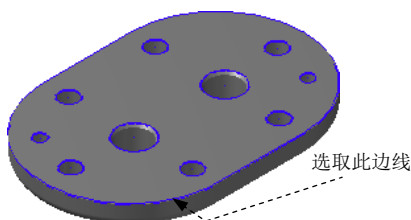

图 16.4 选取切削范围边线
Step3. 设置加工区域。在图形区中选取图 16.4 所示的边线, 单击  按钮, 完成加工区域的设置, 同时系统弹出“2D 刀具路径-平面铣削”对话框。